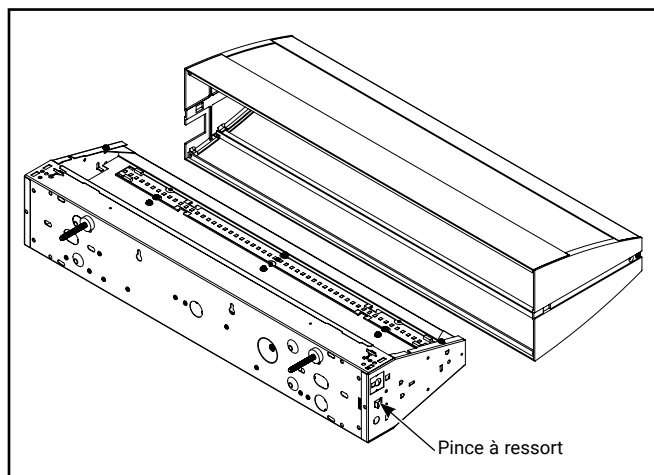

Figure 1. Retrait de la boîte de la lentille
1. Appuyez sur les pinces à ressort pour déverrouiller la boîte de la lentille (Figure 1).